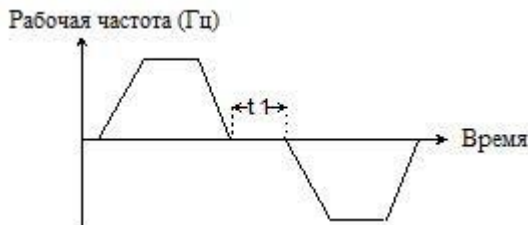

Рисунок 5.2.2 Время переключения вперед/назад
- ◆ Время переключения - это время перехода на нулевой частоте, когда инвертор переключает направление вращения, как показано на Рис. 5.2.2 (время t₁).